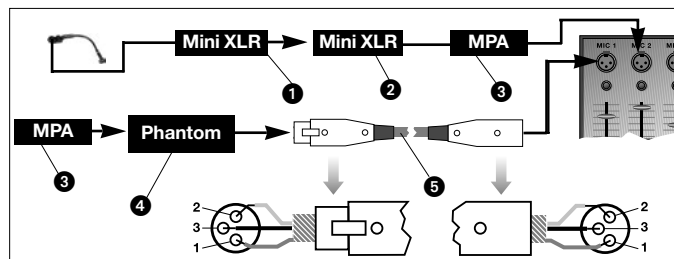

Fig. 4: Esquema de conexión con MPA III L
Ver Fig. 4.
Ver Fig. 4. 4. **Si su pupitre de mezclas no tiene alimentación fantasma**, enchufe el MPA III L (3) al alimentador de tensión fantasma de AKG opcional (4) (N 62 E, N 66 E, B 18, B 15) y conecte luego el alimentador de tensión fantasma (4) a una entrada balanceada utilizando un cable XLR (5) (por ej.: AKG MK 9/10 - no incluido en el suministro).